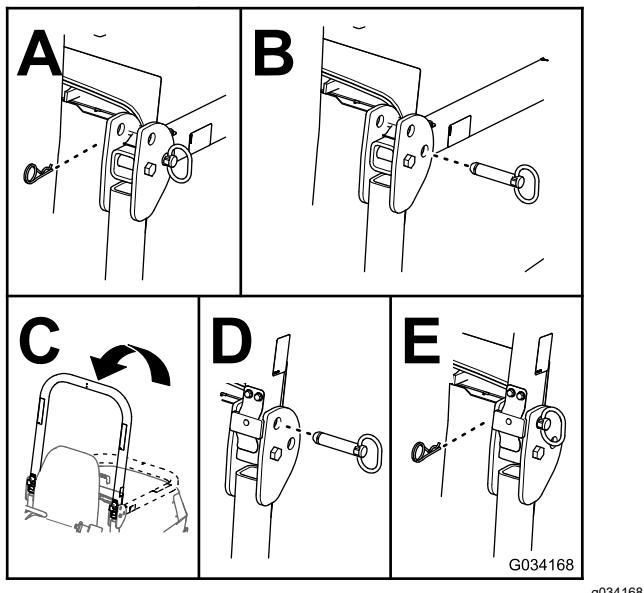

Figura 34
3. Coborâi bara antirului și fixați-o cu tifurile și cuiele spintecate (Figura 34).
2. Îndepărtați cuiele spintecate și tifurile de la bara antirului (Figura 34).
3. Ridicai bara antirului și fixai-o cu tifurile și cuiele spintecate (Figura 34).